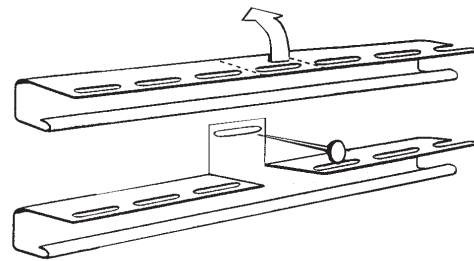

Figura 68.
- Si no hay disponible un receptor de soffito para una situación más adecuada para el producto, el canal en J puede modificarse para crear un receptor en F (Figura 68).
- Simplemente corte ranuras en el área de la brida de clavado en donde se clavará a la pared (Figura 68). Después de cortar la brida de clavado, dóblela y clávela a la pared.